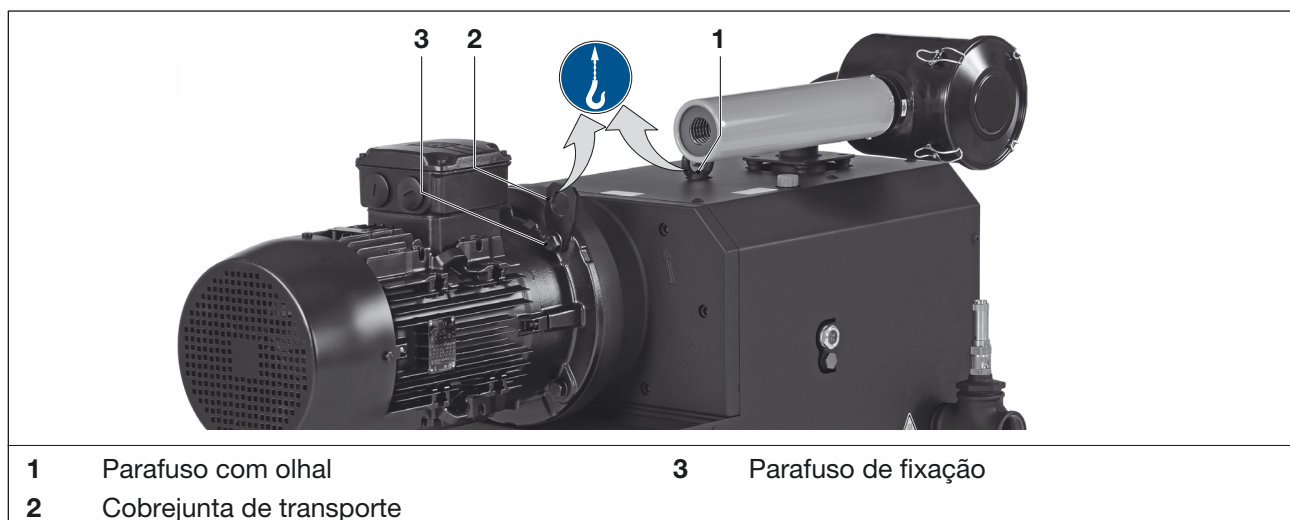

Fig. 1 Equipamento para elevação e transporte
- b) Apertar o parafuso com olhal (Fig. 1/1) e o parafuso de fixação (Fig. 1/3) na cobrejunta de transporte (Fig. 1/2).